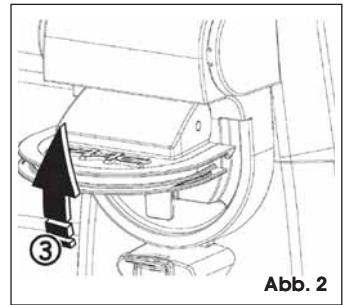

Abb. 2
2. Die Entriegelungsabdeckung öffnen, Abb. 2.